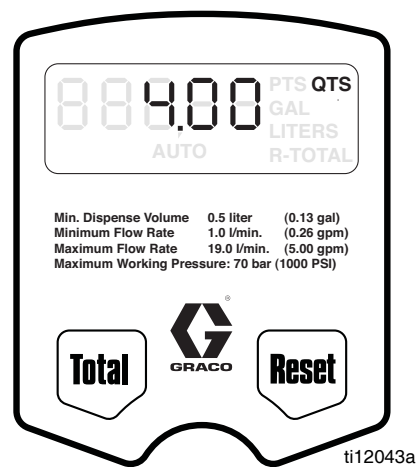

ABB. 16
*Der Materialfluß stoppt, und die soeben dosierte Menge wird am Display angezeigt (ABB. 16).*